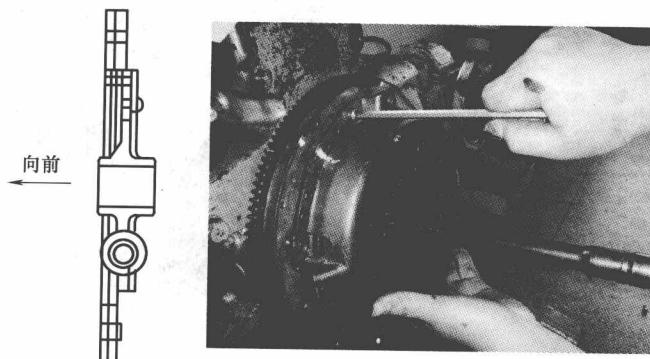

图 1-20 安装离合器
2) 用专用工具 (SST) 把从动盘及离合器盖安装到飞轮上，注意从动盘上有“飞轮侧”标记的一面应朝向飞轮，如图 1-20 所示。